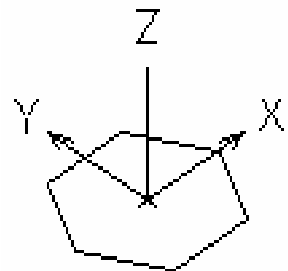

Рис. 4.1
- d) ввести радиус окружности (Specify radius of circle) – **40** – рис. 4.1.